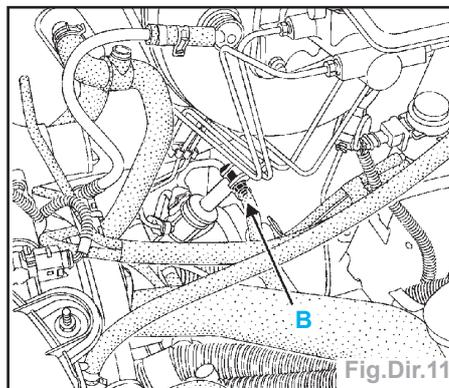

Fig.Dir.11
- les vis de fixation (2) du boîtier de direction sur le berceau,
- la vis de fixation de la chape rabattable (B) (Fig.Dir.11),